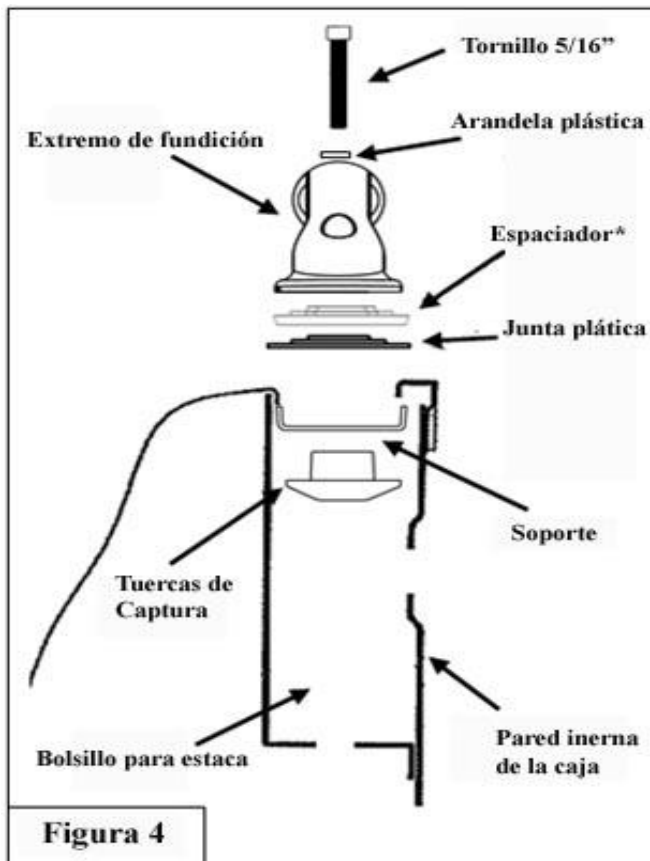
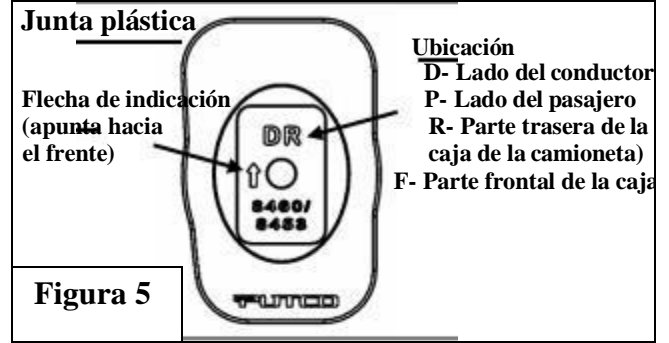

Figura 4
Figura 5
9. Ensamble los accesorios de montaje en todos los extremos fundición en el orden que se muestra (**Figura 4**). **Nota: cada junta de plástico va a un orificio de bolsillo para estaca específico que está marcado en la junta de plástico. Consulte (Figura 5). Utilice espaciadores Tonneau (VFL3Z-99000A25-B) si realiza la instalación con una cubierta Ford Tonneau.**
14. Una vez que ambos extremos de fundición estén en los orificios, verifique que el soporte frontal esté en la orientación que se muestra en la (Figura 4)
15. Tire hacia arriba los extremos de fundición delantero para que el soporte y la tuerca mantengan contacto y la posición correcta con la caja como se muestra en la Figura 4.
16. Gire la junta de plástico hasta que esté orientada correctamente. **La flecha en la junta de plástico está orientada hacia la parte delantera de la camioneta. Ver (Figura 5)**